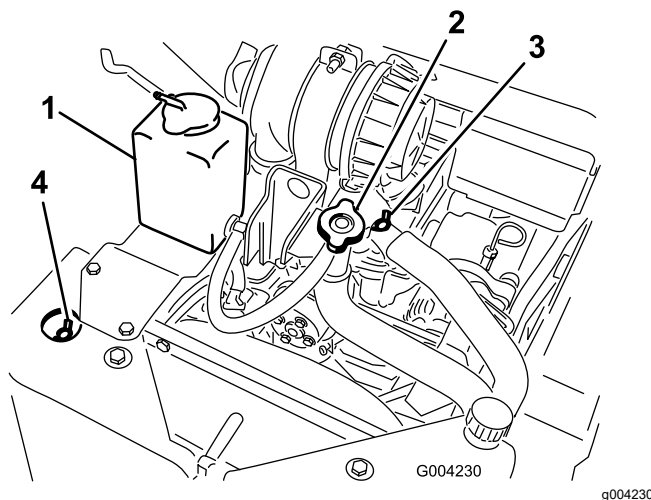

Figura 51
A. Remova o tampão do líquido de arrefecimento (**Figura 51**).
B. Abra as válvulas de purga frontal e superior do líquido de arrefecimento (**Figura 51**).
C. Despeje o líquido de arrefecimento no tubo de enchimento até que o líquido de arrefecimento comece a sair da válvula de purga frontal do líquido de arrefecimento (**Figura 51**).
D. Feche a válvula de purga frontal do líquido de arrefecimento (**Figura 51**).
E. Despeje o líquido de arrefecimento no tubo de enchimento até que o líquido de arrefecimento comece a sair da válvula de purga superior do líquido de arrefecimento (**Figura 51**).
F. Feche a válvula de purga superior do líquido de arrefecimento (**Figura 51**).
G. Despeje o líquido de arrefecimento no tubo de enchimento do líquido de arrefecimento até o nível do líquido de arrefecimento chegar ao tubo de enchimento (**Figura 51**).
H. Instale o tampão do líquido de arrefecimento (**Figura 51**).
I. Adicione líquido de arrefecimento ao depósito de expansão até atingir a marca Cheio na lateral do depósito (**Figura 51**).